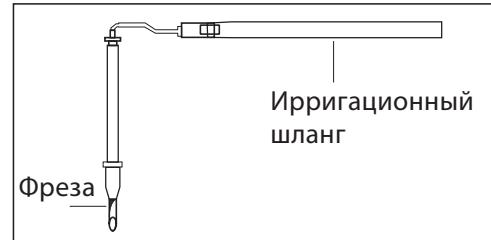

Рис.11
- 3) Вставьте иглу во фрезу со стороны хвостовика. (Рис.11)